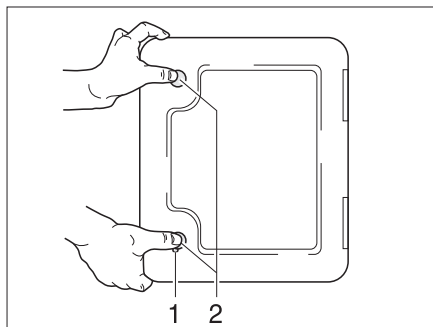

Fig. 238 Trampilla para el inodoro cassette
- Abrir la trampilla para el cassette en el exterior del vehículo. Para esto, introducir la llave en el cilindro de cierre del cierre a presión (Fig. 238,1) y girarla un cuarto de vuelta.
- Presionar ambos cierres a presión (Fig. 238,2) al mismo tiempo con el pulgar y abrir la trampilla para el cassette.